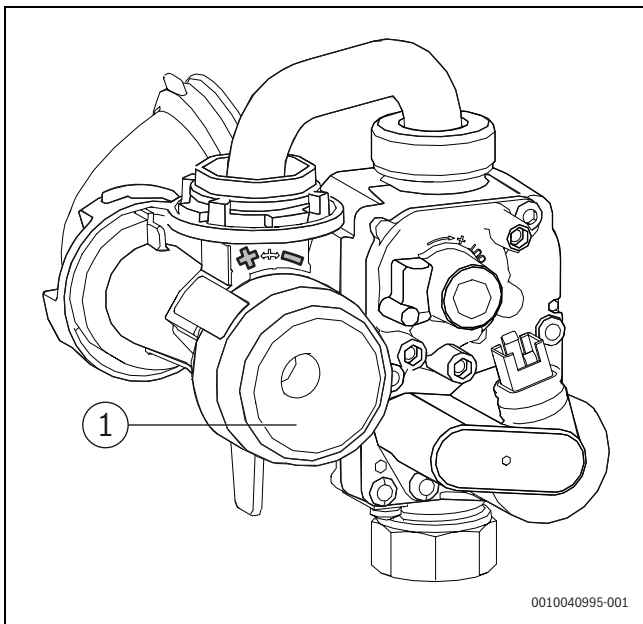

Bild 74 Gas-Luft-Verhältnis einstellen
- O₂- oder (CO₂-)Gehalt für die in der Tabelle angegebene maximale Nennwärmeleistung prüfen und ggf. nachstellen (→ Seite 62, Bild 74).